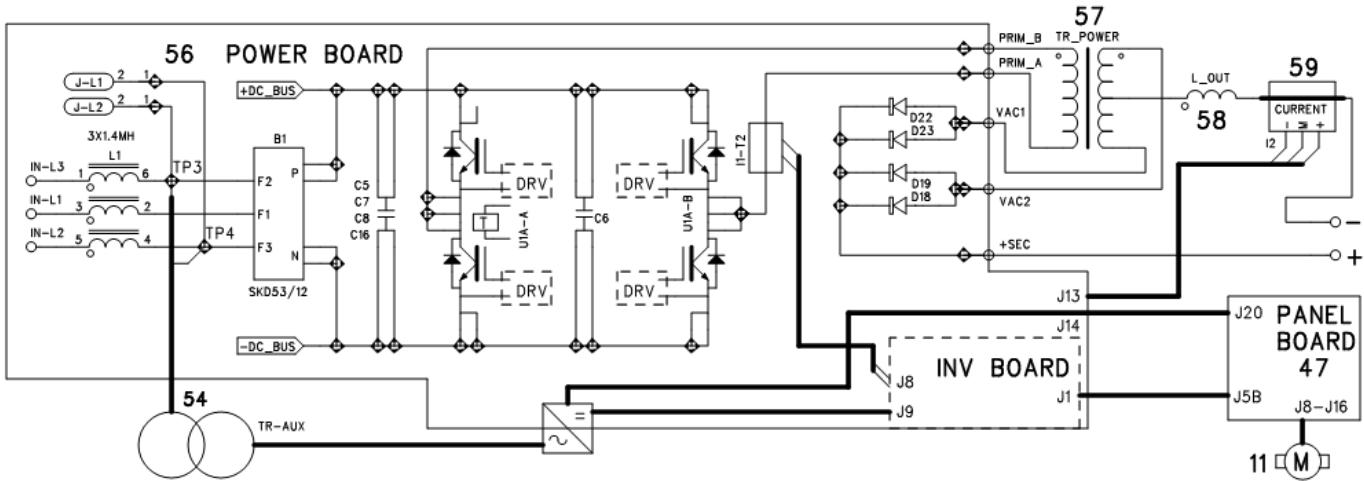

Fig. 2.3.1 (art. 386/388)
Más exactamente en la tarjeta potencia(57) se pueden identificar (Fig. 2.3.1):
- el inverter de igbt, que genera la tensión alterna de onda cuadrada para el transformador de potencia TR\_POWER (57);
- el TA, T2, para medir la corriente del primario del transformador de potencia (57);
- el puente rectificador de la corriente secundaria del transformador de potencia (57).
- vea la Fig. 2.3.1 y el Mapa de conectores, par. 5.6:
- 30 Vac, para el suministro de energía a los circuitos de control del panel del motor (47);
- 220 Vac, proveída de una toma intermedia del primario del transformador de servicios (54), para la alimentación del grupo de enfriamiento a través de la toma (15) en el panel posterior del generador.
- ◆ Verificar que los terminales 4 - 1 de J1en la tarjeta potencia (56) no sean en cortocircuitos. Si el caso buscar la fuente del cortocircuito entre los componentes conectados al DC\_BUS (ver Fig. 2.3.1).